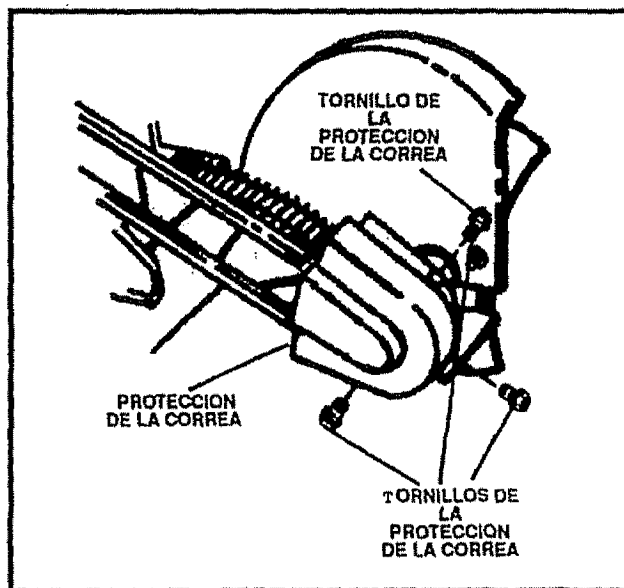

FIG. 11
- Remueva los tres (3) tornillos de la protección de la correa delantera (vea la Fig. 11).